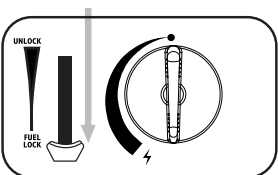
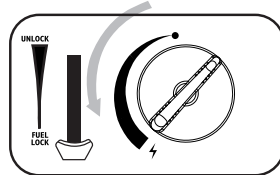

Fig. 3
Fig. 4
3. Appuyez sur le levier du carton (6) vers le bas (fig. 3) et fermez le couvercle du récipient.
4. Si vous entendez un "sifflement", c'est que la cartouche n'est pas correctement mise en place. N'essayez pas d'allumer l'appareil, mais placez le levier (6) en position « DÉBLOQUER » et répétez l'étape (1-4).
5. Tournez le bouton (8) en position d'allumage jusqu'à ce que vous entendiez un clic (figure 4). Répétez cette opération jusqu'à ce que le brûleur s'enflamme.